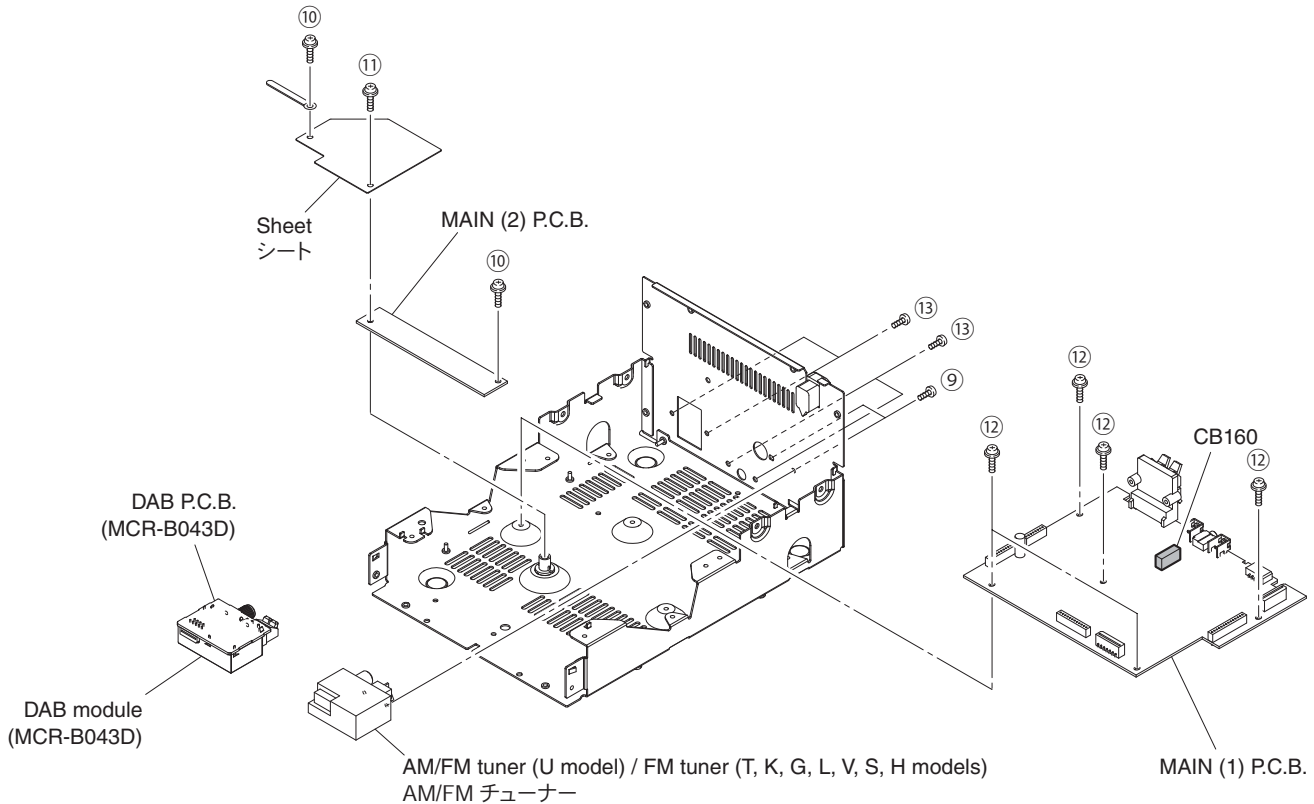

Fig. 3
### 5-1. Removal of AM/FM tuner (U model) / FM tuner (T, K, G, L, V, S, H models) (Fig. 3)
### 5-2. Removal of DAB module and DAB P.C.B. (MCR-B043D) (Fig. 3)
- Remove 2 screws (⑨).
### 6. Removal of MAIN (1) and MAIN (2) P.C.B.s (Fig. 3)
- Remove 2 screws (⑩) and screw (⑪).
- Remove the MAIN (2) P.C.B. together with the sheet.
- Remove 5 screws (⑫) and 4 screws (⑬).
- Remove the MAIN (1) P.C.B.
### 5. AM/FM チューナーの外し方 (Fig. 3)
- ⑨のネジ2本を外します。
### 6. MAIN (1)、MAIN (2) P.C.B.の外し方 (Fig. 3)
- ⑩のネジ2本、⑪のネジ1本を外します。
- MAIN (2) P.C.B.をシートと一緒に外します。
- ⑫のネジ5本、⑬のネジ4本を外します。
- MAIN (1) P.C.B.を外します。